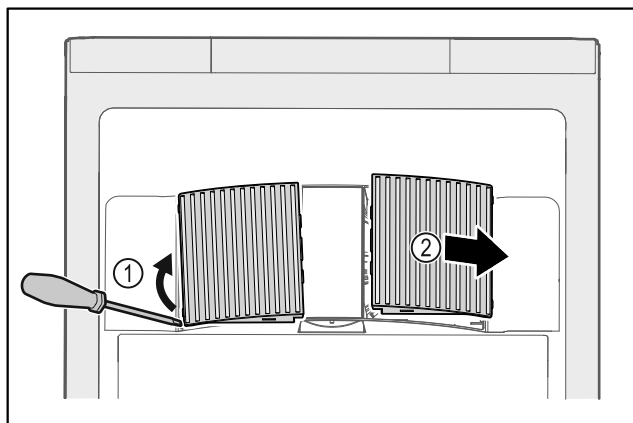

Fig. 125
- ▶ Estrarre con cautela i coperchi delle ventole dai lati Fig. 125 (1) e rimuoverli in avanti Fig. 125 (2).